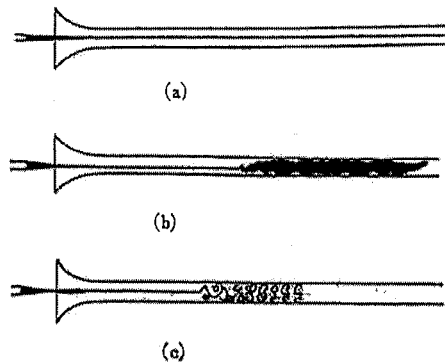

図1 レイノルズによる管内流れの遷移のスケッチ
- (1) 図1に示す質量 $m$ 、長さ $L$ の棒の重心 $G$ を通る垂直軸 $y-y$ 軸周りの慣性モーメント $J_G$ を求めよ。答えを下記の〔数式群〕から選び、その番号を解答用紙の解答欄【A】にマークせよ。
レイノルズは図1のスケッチに示されるように、着色液を水が流れているガラス管の入口に導き、水の流量を徐々に増加していくと、はじめは着色液が図(a)に示すように、1本の糸のように周囲と混じらずに流れていくが、ガラス管内の水の流速がある値に達すると、図(b)のように着色液の先は急に乱れ周囲の水と混じり合ってしまうことを観察した。前者を【A】、後者を【B】、【A】から【B】に移るときの流速を【C】と名づけた。そして、平均流速 $V$ 、ガラス管内径 $d$ 、水の動粘性係数 $\gamma$ の値が異なるケースについて実験し、これらの値がどのようなであっても、無次元数の式【D】の数値がある値になると【A】から【B】に移ることを発見した。この無次元数を【E】と定義し、流れが【A】から【B】に移る【E】を【F】と呼び、その値は【G】である。